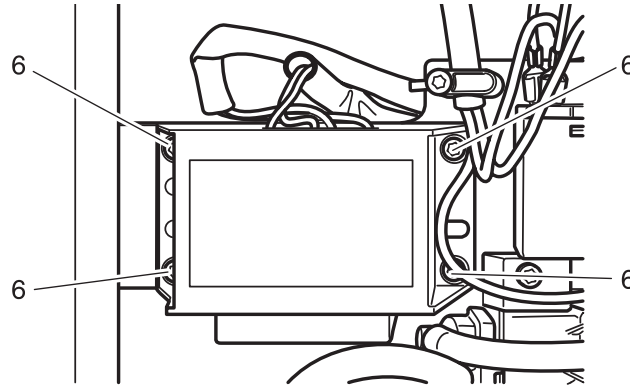

Fig. 24d
- Den Transformator an die Trägerplatte halten (Fig. 24d).